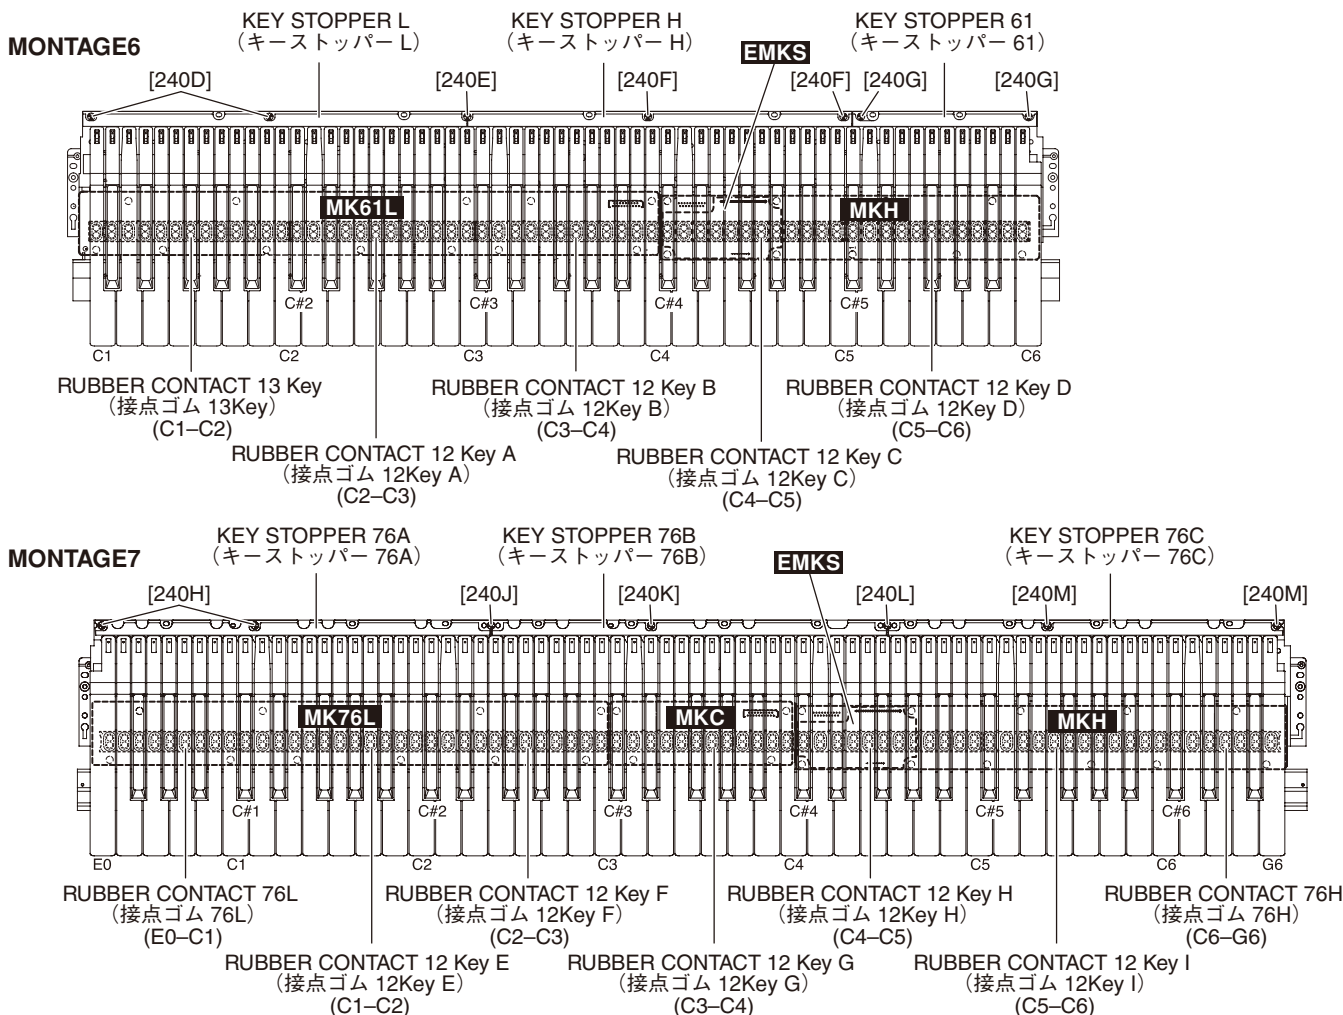

Fig. 18 (図18)
- 19-2. Remove the key stoppers corresponding to the keys to be replaced. (Table 1, Fig. 18)
- 19-2. 交換する鍵盤に応じたキーストッパーを外します。(表1、図18)
20-3. Install the removed key stoppers. (Table 1, Fig. 18)
20-3. 外したキーストッパーを取り付けます。(表1、図18)
21-1-2. Remove the key stoppers and keys listed in the table 2, corresponding to the rubber contacts to be removed. (Table 2, Fig. 18) (See procedure 19.)
21-1-3. Pull out the rubber contact. (Fig. 18)
21-1-2. 表 2 に該当するキーストッパー、鍵盤を外します。(表 2、図 18) (19 項参照)
21-1-3. 接点ゴムを引っ張って外します。(図 18)
(Table 1, Fig. 18)
(表 1、図 18)
- 21-4-2. Remove the key stopper 76B. (Table 1, Fig. 18)
- 21-3-2. キーストッパー 76A とキーストッパー 76B を外します。(表 1、図 18)